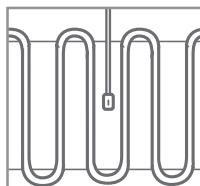
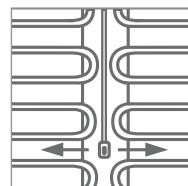

рис. 1
рис. 2
6. **Расположите нагревательный мат относительно датчика температуры пола.** Проследите, расположение датчика должно быть внутри нагревательного мата (рис. 1) или между двумя матами (рис. 2) на равном расстоянии относительно витков греющего кабеля. Не устанавливайте датчик температуры пола между витками нагревательного кабеля (рис. 3).